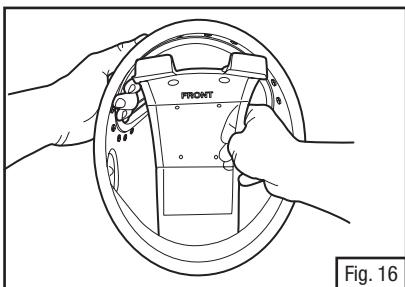

Fig. 16
2. Coloque el extremo inferior (con la almohadilla de espuma) en la parte posterior de la careta y contra la entrada de aire. Centre el pliegue medio de la guía con el pliegue de la careta (Fig. 16).